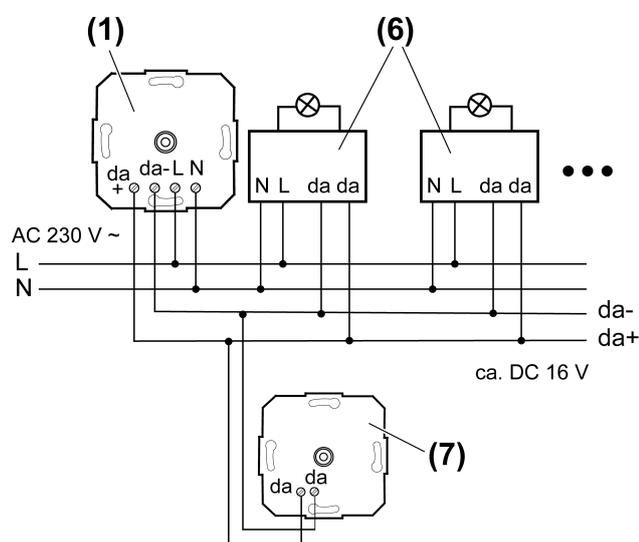

Figura 3
- (1) Potenzialometro DALI con alimentatore
- (6) Utenti DALI ad es. ballast elettronici DALI
- (7) Potenzialometro DALI senza alimentatore
- Collegare i potenziometri DALI e i ballast elettronici DALI secondo l'esempio di collegamento (Figura 3). Per il collegamento attenersi alle istruzioni del costruttore dei ballast elettronici.